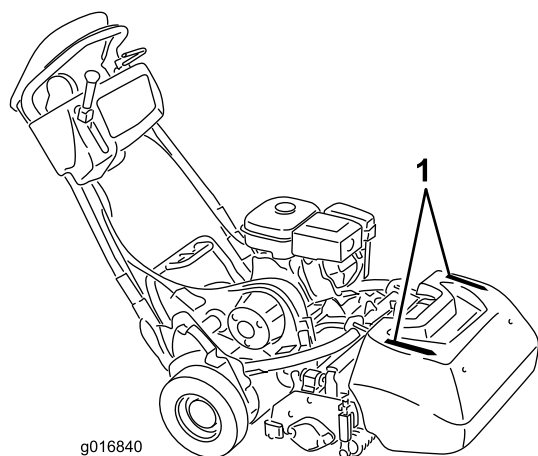

Figura 25
- Per realizzare una linea retta attraverso il green e mantenere la macchina equidistante dal bordo del taglio precedente, usate le strisce di allineamento previste sul cesto (Figura 25).